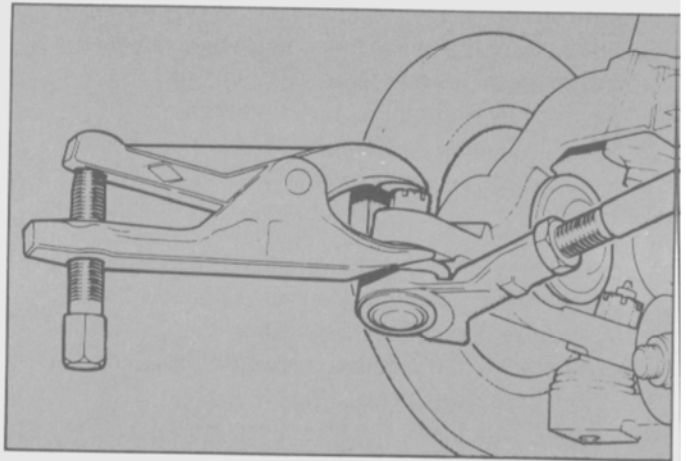

Fig. 1 - Extracción de la rótula.
- Retirar las chavetas y aflojar las tuercas castillo. Utilizando la herramienta especial T74G-3130-BAS, desprender los extremos de dirección. Retirar las tuercas castillo y desacoplar los extremos de la barra de acoplamiento del brazo de dirección. (Fig. 1).